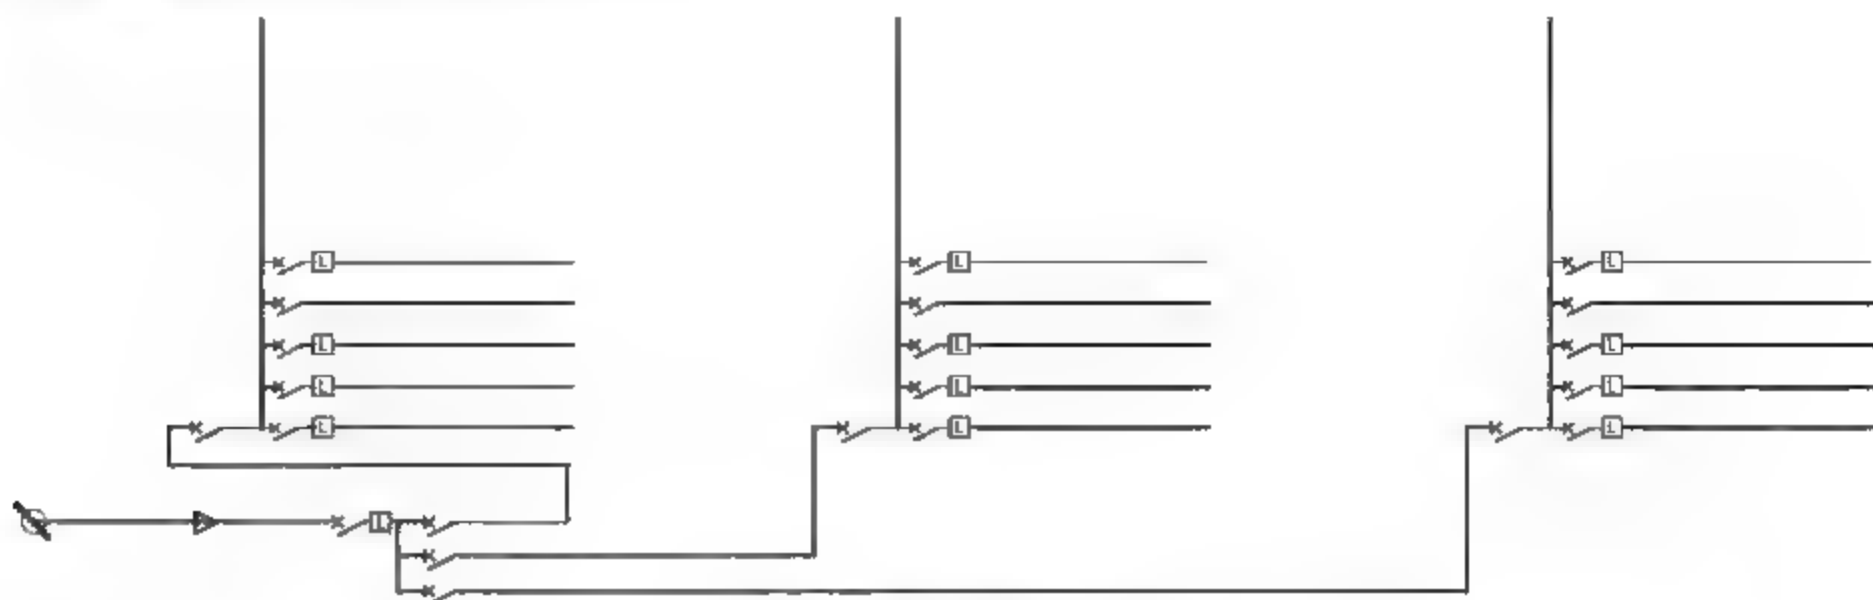

图13-10 绘制结果
**09** 在“素材\第13章\电气图例.dwg”文件中选择电气元件，复制至系统图中，并调用TR【修剪】命令，修剪线路，结果如图13-10所示。